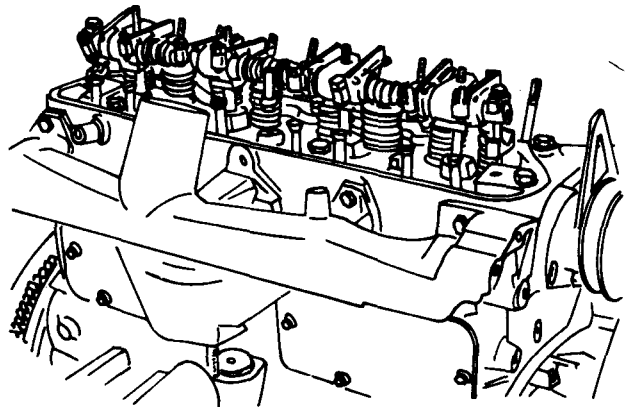

Рис. 1.56. Демонтаж оси коромысел клапанов (не вынимайте крайние болты).
- 14 Отверните четыре гайки оси коромысел клапанов (оба болта открутите но не вынимайте) и снимите ось вместе со стойками (см. рис. 1.56).